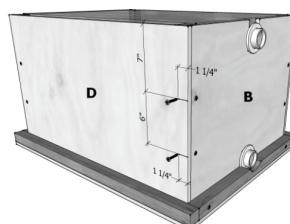

Fig. 6 –Le revêtement et le panneau final sont fixés aux autres côtés, les vis sont placées à 1 1/4" du bord.
- b. **Utilisez 4 vis de 1 5/8", fixez** le montage panneaux / revêtement très attentivement. (ne pas visser à travers ou pincer le revêtement) (Fig. 6)